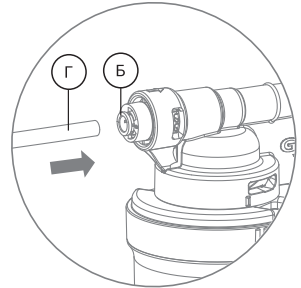

Рис. 6
1. Вставьте до упора в фитинг трубку (Г), продев ее через цанговое кольцо (Б) (рис. 6). Для герметизации соединения приложите дополнительное усилие, при этом трубка утопится еще примерно на 3 мм и будет плотно обжата резиновым кольцом.